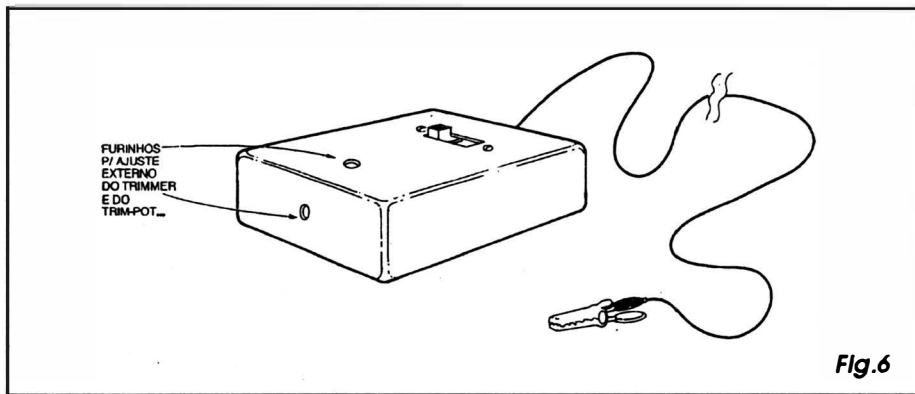

Fig.6
- FIG. 6 - ENCAIXANDO O GBTV... - Como externamente sobressaem apenas o interruptor geral e o *rabicho* de saída do sinal, o acabamento geral da caixinha escolhida para conter o circuito torna-se extremamente simples e direto, conforme sugere o diagrama... A idéia é manter o GBTV tão compacto quanto possível, tornando assim o seu uso e manuseio bastante confortável e prático, enfatizando também a portabilidade... Notar que convém dotar o *container* de dois furinhos estratégica-